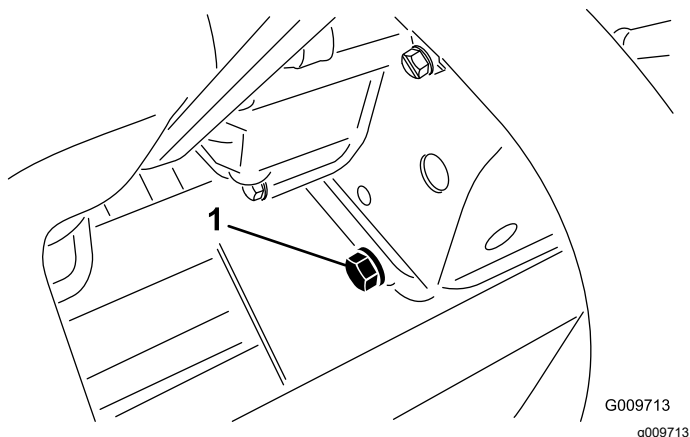

Рисунок 57
2. Снимите пробку сливного отверстия (Рисунок 57) и дайте маслу стечь в сливной поддон.